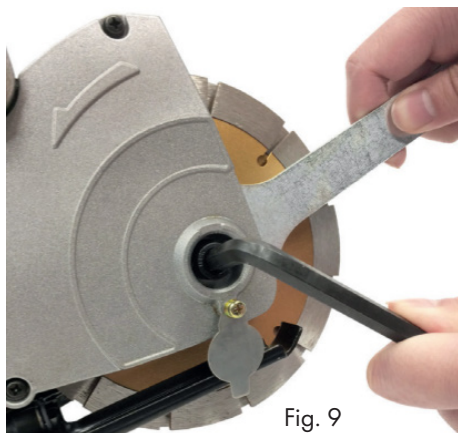

Fig. 9
- Svitare il raccordo a vite in senso antiorario, Fig. 9.